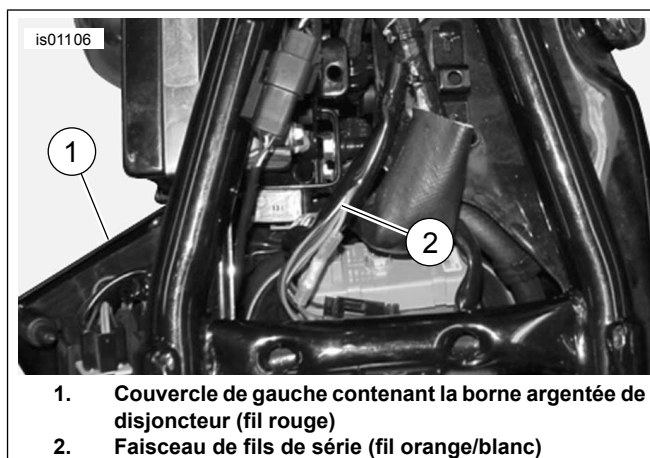

Figure 11. Connexions d'alimentation (modèles XL)
1. Voir Figure 11 . Couper avec soin pour ouvrir une partie de la gaine du faisceau principal à l'intérieur du couvercle électrique latéral ou sous la selle à un point accessible, et couper un conducteur d'alimentation orange/blanc du faisceau principal.
La source d'alimentation à la batterie de la poignée chauffante est la borne **argentée** du disjoncteur à l'intérieur du couvercle électrique latéral. Voir Figure 19 et Figure 11.